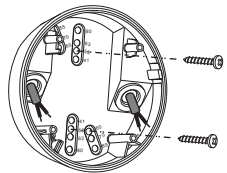

Рис. 19
3.3.4.3 Выберите два соответствующих выбивных отверстия для закрепления распределительной коробки на поверхности потолочной плиты двумя монтажными винтами (см. рис. 19).